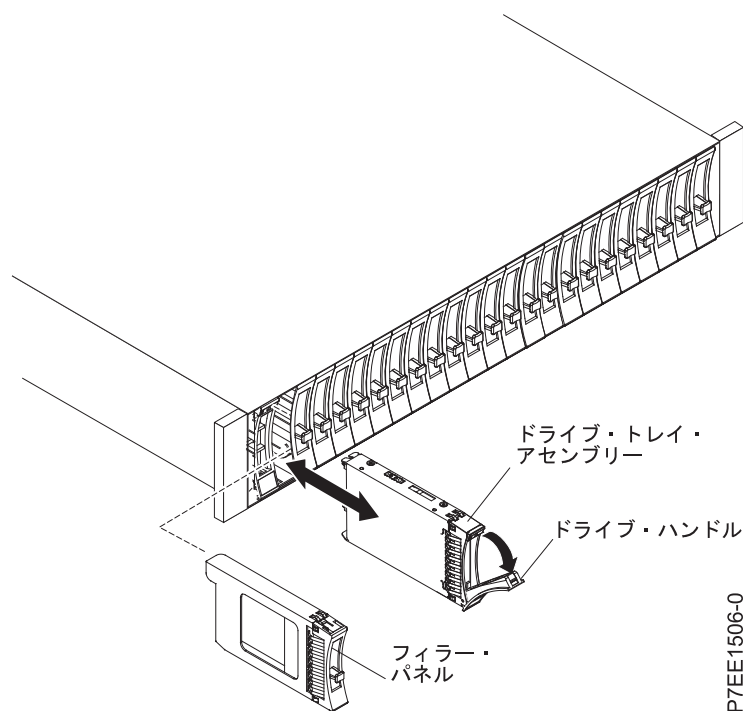

図 24. 5887 ディスク・ドライブ・エンクロージャーからのドライブの取り外し
4. ドライブの前部をつかみ、ドライブの底部を支えながら、スロットから引き出します。 図 24